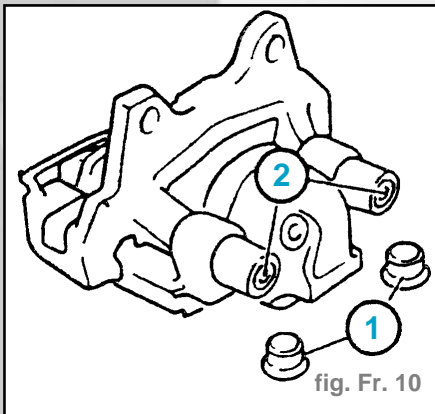

fig. Fr. 10
- Faire sauter les capuchons en matière plastique (1) (fig. Fr. 10)
- Déposer les vis de guidage (2)